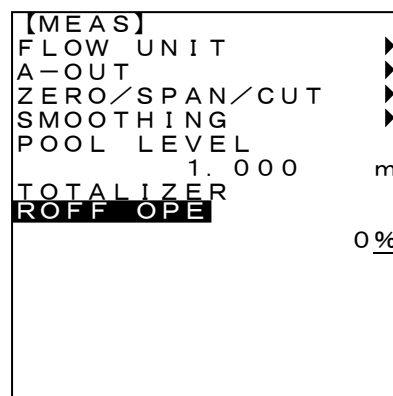

図4-7-14
2. <8/↑><2/↓>キーで設定値を変更します。(図4-7-14)